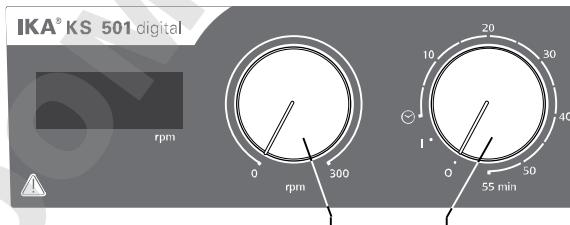

Fig. 3
- ⇒ A készülék bekapcsolásához fordítsa a „Be/Ki” és az „Időzítő” (B, lásd Fig. 3) tekerőgombot az óramutató járásával megegyező irányban az „1”-es pozícióba.
- ⇒ A készülék kikapcsolásához fordítsa a „Be/Ki” és az „Időzítő” (B) tekerőgombot a „0” pozícióba.
- ⇒ A készülék bekapcsolásához fordítsa át a „Be/Ki” és az „Időzítő” (B) tekerőgombot a „0” pozíciót.
- ⇒ A motor fordulatszáma a „**Fordulatszám**” szabályozó gombbal állítható be (C, lásd Fig. 3). A motor fordulatszáma 0–300 percenkénti fordulatszámról állítható be.